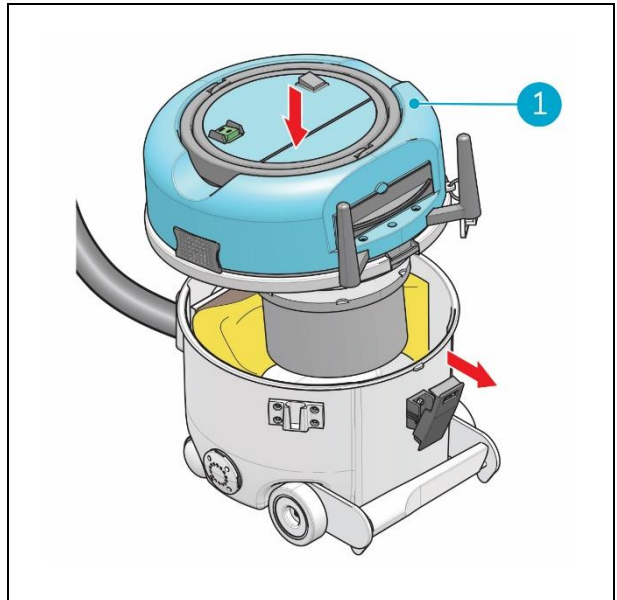

Figure 15
14. Placez le capot (fig. 15, pos. 1) sur le bac.